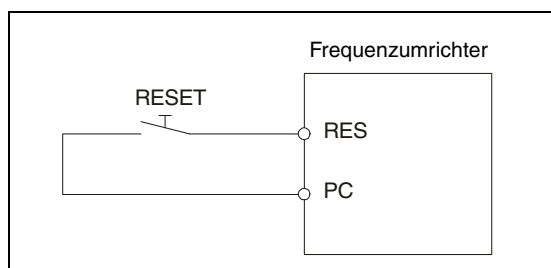

Abb. 7-3:
- Durch Einschalten des RESET-Signals (Verbindung der Klemmen RES und SD bei negativer Logik oder, wie in Abb. 7-3 für positive Logik dargestellt, der Klemmen RES und PC) für mindestens 0,1 s und anschließendem Abschalten. Falls das RESET-Signal eingeschaltet bleibt, zeigt die Anzeige „Err.“